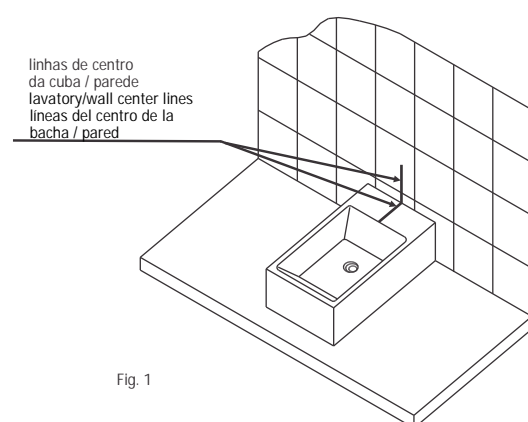

Fig. 1
- 1 Colocar a cuba sobre o tampo, encostá-la na parede e traçar uma linha conforme fig. 1. Retirar a cuba e prolongar esta linha até o tampo.
place the lavatory over the countertop, move it against the wall, and draw a line according to fig.1. Remove the lavatory and extend this line up to the countertop.